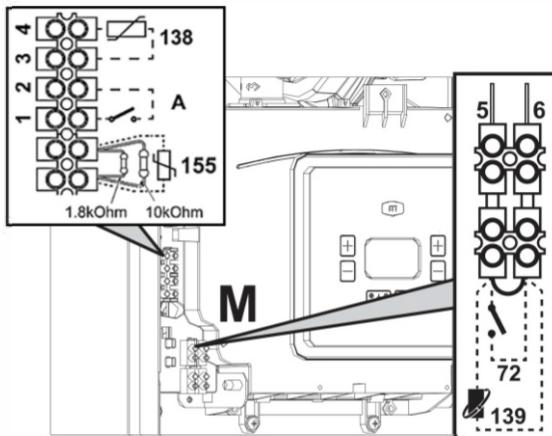
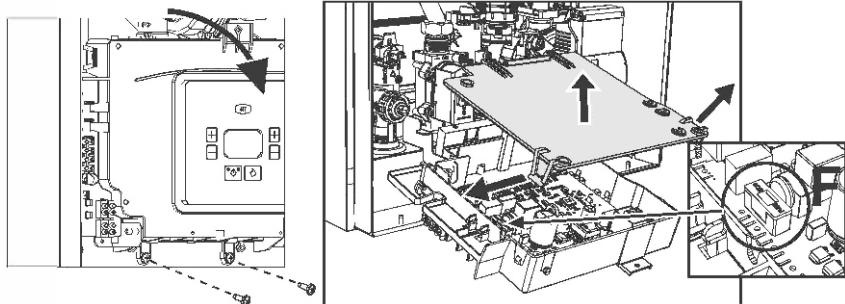

Рис. 18
Рис. 19
Для подключения бойлера необходимо использовать датчик NTC бойлера с кодом 043005ХО или 1KWMA 11 W. Датчик (поз.155) подключается к соединительной колодке котла (рис. 18) вместо двух сопротивлений. При следующем включении агрегата система управления опознает датчик бойлера и автоматически настраивается на работу с ним, вызывая активацию дисплея и устройств управления, необходимые для работы в режиме ГВС.
- После снятия передней панели (см. «Открытие передней панели» на стр. 32) можно получить доступ к клеммной колодке (**M**) и предохранителю (**F**), действуя как показано на рис. 18 и рис. 19. **Клеммы, указанные на рис. 18, должны быть с беспротенциальными (сухими) контактами (не 230 В).** Расположение клемм для различных соединений показано на электрической схеме на рис. 44.
Конфигурация выключателя ON/OFF ("A", рис. 18)